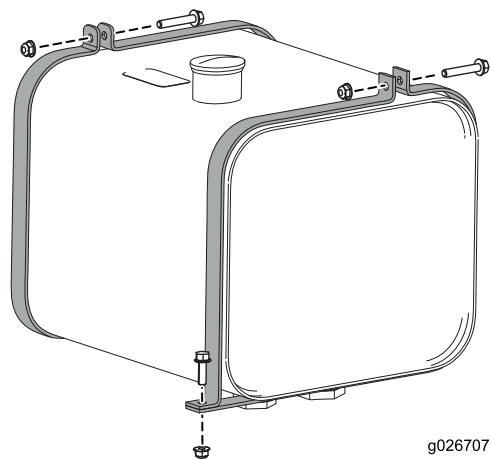

Figura 45
8. Afloje los flejes del depósito hidráulico, y retire el depósito hidráulico de la máquina (Figura 45).